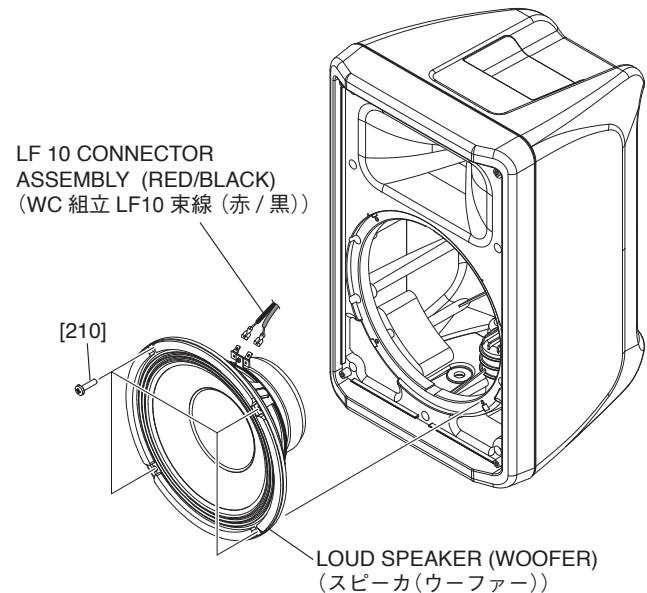
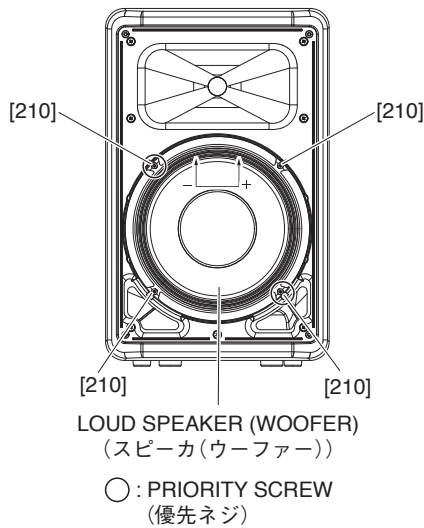
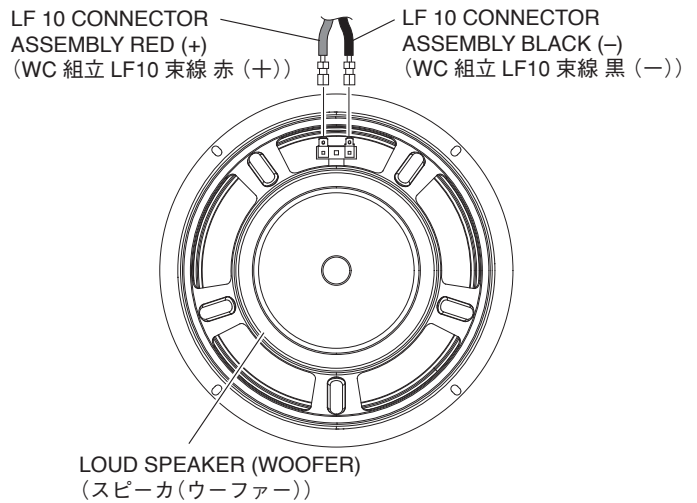

Fig. A-2 (図A-2)
Fig. A-3 (図A-3)
Fig. A-4 (図A-4)
A-2-2 Remove the four (4) screws marked [210]. The loud speaker (woofer) can then be removed. (Fig. A-2, Fig. A-3)
\* *When installing the loud speaker (woofer), first match the position of the terminal to the direction shown by the ↑↑ mark and then tighten the two (2) priority screws as shown in Fig. A-3.*
A-2-3 Remove the LF 10 connector assembly (red/black) attached to the loud speaker (woofer) terminal. (Fig. A-2, Fig. A-4)
A-2-2 [210] のネジ 4 本を外して、スピーカ (ウーファー) を外します。(図 A-2、図 A-3)
※ スピーカ (ウーファー) を取り付けるときは、端子の位置を ↑↑ 印の方向に合わせてから、図に示す優先ネジ 2 本を先に締めてください。(図 A-3)
A-2-3 スピーカ (ウーファー) 端子に取り付けられている WC 組立 LF10 束線 (赤/黒) を外します。(図 A-2、図 A-4)